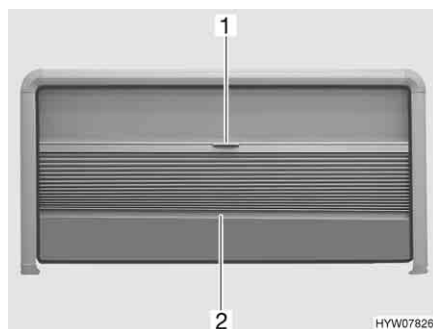

Fig. 39 Finestra apribile
- Afferrare la tendina oscurante pieghevole al centro dell'asta di chiusura (Fig. 39,2) e tirare delicatamente verso il basso.
- Tenere la parte centrale dell'asta di chiusura (Fig. 39,2) della tendina oscurante pieghevole e spingere quest'ultima verso l'alto con cautela.
- Tirare la zanzariera a rullo verso il basso utilizzando la maniglia (Fig. 39,1).
- Spingere la zanzariera a rullo completamente verso l'alto utilizzando la maniglia (Fig. 39,1).